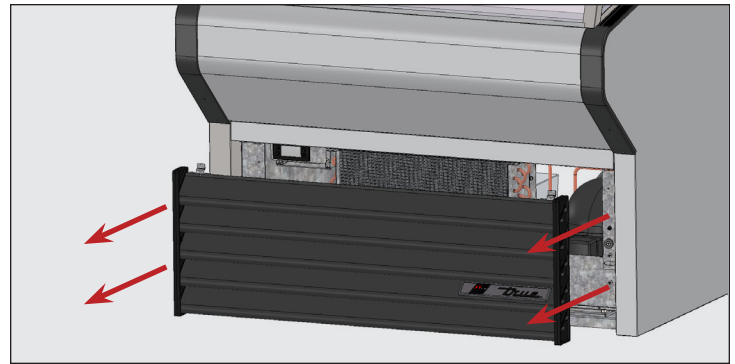

Fig. 2. Retirez délicatement la grille.
3. Tirez sur l'ensemble de grille pour le sortir des supports magnétiques. Voir fig. 2.